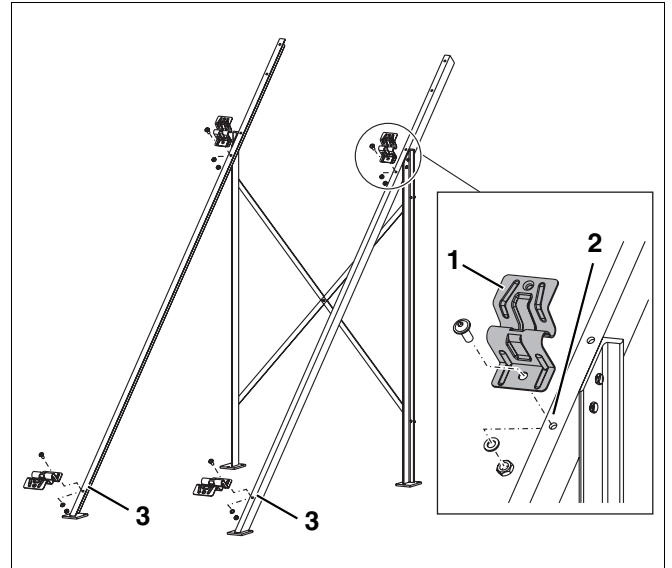

Fig. 9 Fijación del soporte del colector
- ▶ Atornille el soporte del colector (fig. 9, **pos. 1**) a la parte inferior y superior de los apoyos largos de 45° (fig. 9, **pos. 3**) con ayuda de los tornillos de cabeza semiesférica, tuercas y arandelas adjuntos (fig. 9, **pos. 2**).